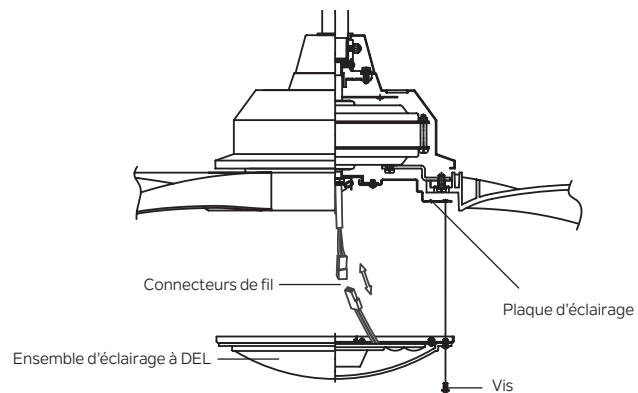

Fig. 17
**Étape 1.** Retirez les deux vis de montage situées à l'intérieur l'ensemble d'éclairage à DEL. (Fig.17)
**Étape 2.** Tout en tenant l'ensemble d'éclairage à DEL sous le moteur du ventilateur, effectuez les raccordements des fils : (Fig. 17)
**Étape 3.** Rentrez soigneusement les raccordements dans la plaque d'éclairage. Placez l'ensemble d'éclairage à DEL près de la plaque d'éclairage et fixez-le en serrant les deux vis (Fig. 17).